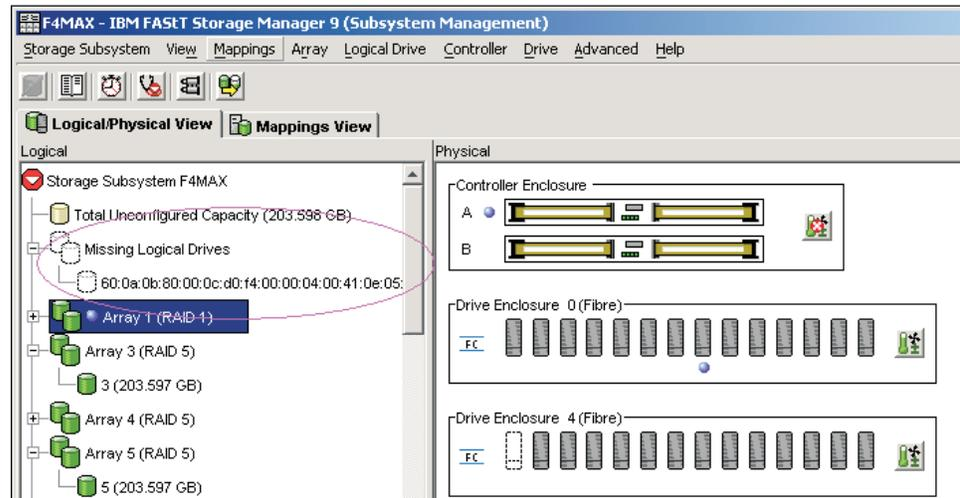

Figura 24. Visualização Lógica/Física de Gerenciamento de Subsistema de Unidades Lógicas Ausentes (Firmware do Controlador Anterior à 7.xx.xx.xx)
- Se o firmware do controlador for inferior ao 7.xx.xx.xx, aguarde até o DS Storage Manager marcar as matrizes/unidades lógicas como ausentes na janela Storage Subsystem Management. Consulte o Figura 24 na página 73.